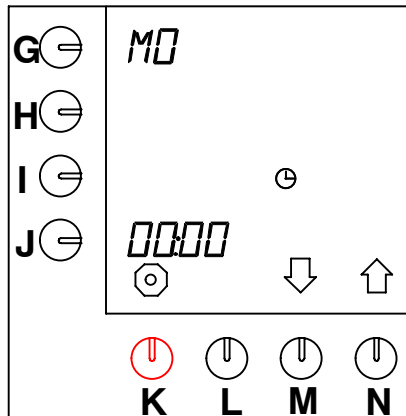

Abb. 31 Aktueller Tag und aktuelle Zeit
- Drücken Sie auf die Wahl taste (N.)↑, bis Abb.31 (Aktueller Tag und aktuelle Zeit) im Display erscheint.
- Die Position für die Stunden beginnt neben der Programmier taste zu blinken (Abb.31 ).